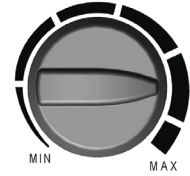

ABB. 4
- Die Raumtemperatur kann mit dem Drehregler eingestellt werden (Abb. 4). Sobald die voreingestellte Temperatur erreicht ist, schaltet der Thermostat die Heizelemente automatisch ab, während der Ventilator weiterläuft, um das Gerät vor Überhitzung zu schützen. Fällt die Temperatur unter den voreingestellten Wert, schaltet das System die Heizelemente wieder ein.